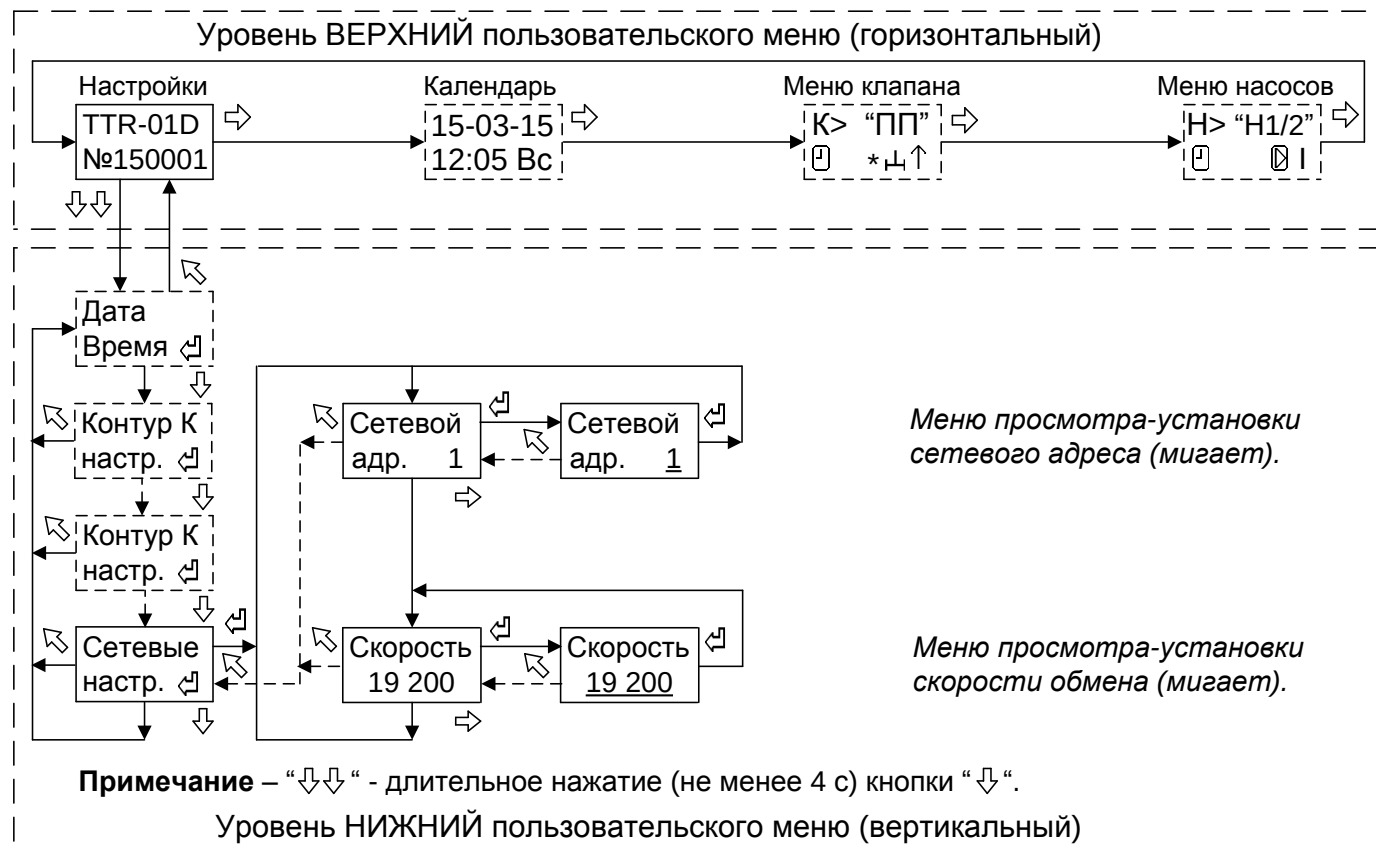

Рисунок 6 – Структура меню настройки сетевых параметров
7.5.1 При подготовке TTR к работе в сети интерфейса RS485 следует проверить и при необходимости установить сетевые настройки – адрес в сети и скорость обмена. Для этого необходимо войти в меню **«Сетевые настр.»** (см. рисунок 6).